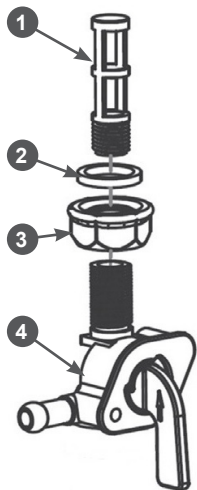

Рис. 16 Устройство топливного крана
В кране топливного бака установлен сетчатый фильтр 1 (Рис. 16). Рекомендуется не реже одного раза в течение 300 отработанных часов (или 1 раз в год) производить его очистку. Одновременно с очисткой топливного фильтра необходимо промыть и очистить топливный бак от
2. Открутите контргайку 3 на 1-2 оборота (Рис. 16).
4. Выкрутите из корпуса 4 топливного крана сетчатый фильтр 1 (Рис. 16).